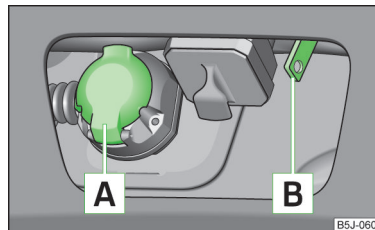

Abb. 130
- Den Stecker des Anhängerkabels in die 13-polige Steckdose **A** » Abb. 130 einstecken.